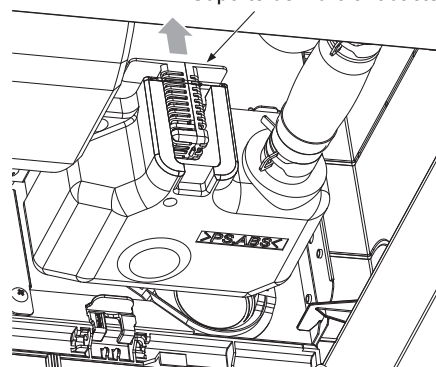

Fig.3
- 3** Remova o suporte de vidro antibacteriano que está pendurado dentro do kit da bomba de drenagem através do orifício que se encontra no topo. (Consulte a Fig. 3)